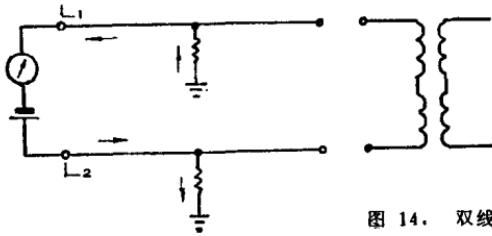

图 14. 双线接地
②对方断开后，若两线间还有电阻，而且这个电阻一般情况下大于正常时的电阻，对地又都有指针，就为双线接地障碍，如图14所示。